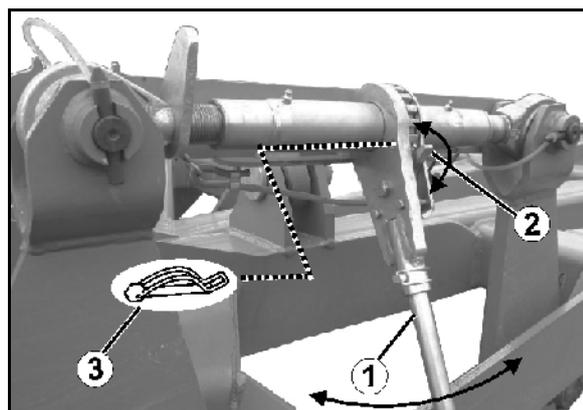

Fig. 48
1. Retirar el pasador clavija (Fig. 48/3).
2. Encajar la palanca abatible (Fig. 48/2) según la dirección de giro deseada.
3. Alargar/acortar el husillo mediante la palanca de mano (Fig. 48/1).
4. Asegurar el ajuste con el pasador clavija (Fig. 48/3).